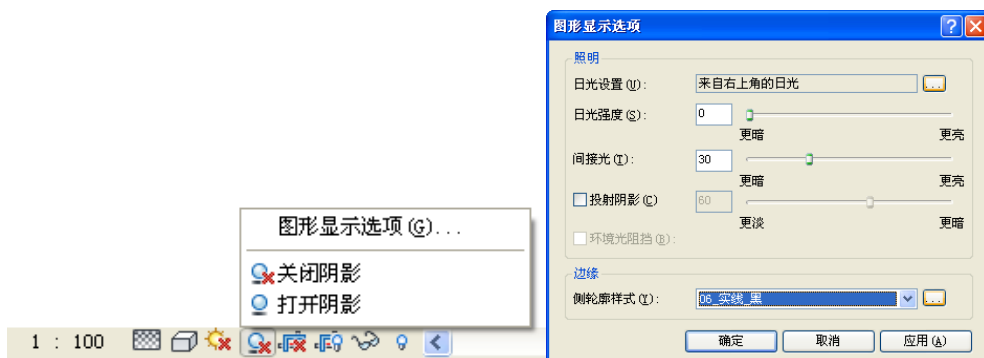

图 5-67
- 4) 点击“阴影”按钮选择“图形显示选项”，在弹出的对话框中设置侧轮廓样式为“06\_实线\_黑”，点击“确定”，完成显示设置（如图 5-67 所示）。